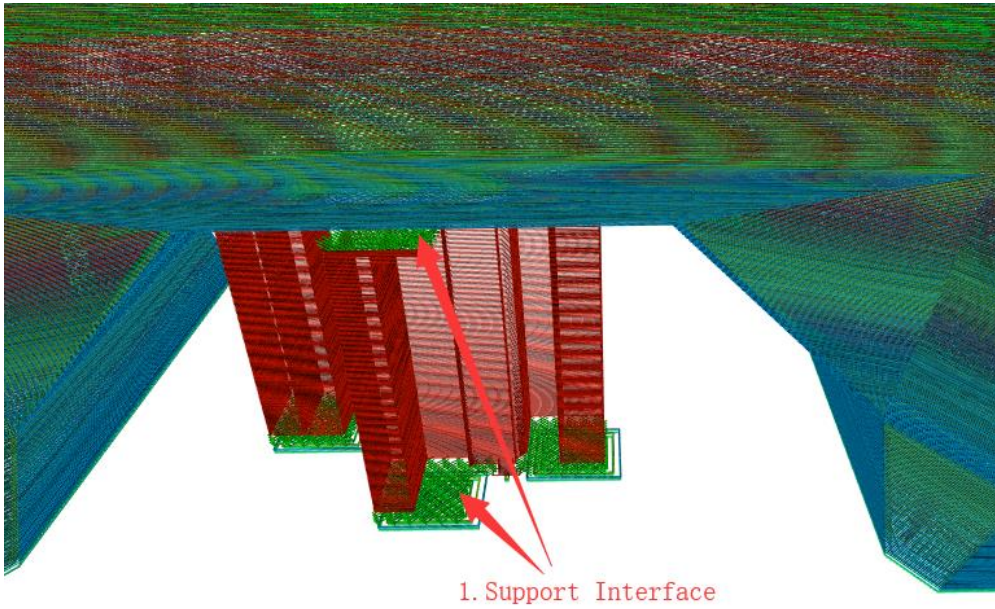

图 10，图中箭头所指从上到下分别为支撑上表面和下表面
(6) 支撑表面速度（单位 mm/s）：即模型支撑上、下表面的打印速度，如图 10；建议支撑表面速度为：10-60mm/s